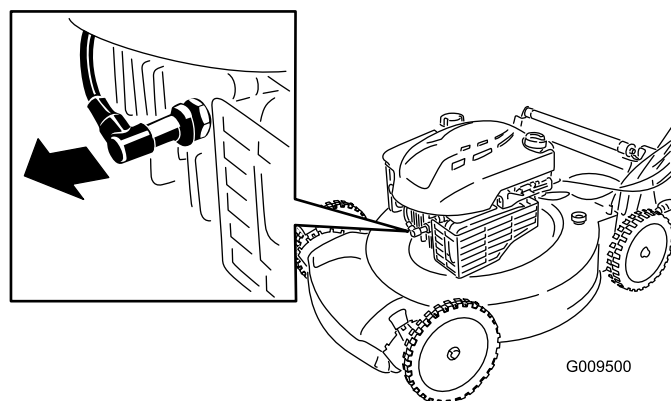

Figura 21
2. Desconecte el cable de la bujía (Figura 21) antes de realizar cualquier procedimiento de mantenimiento.